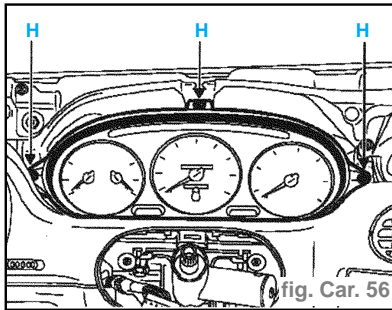

fig. Car. 56
- Déposer les trois vis (H) du combiné de planche de bord (fig. Car. 56).